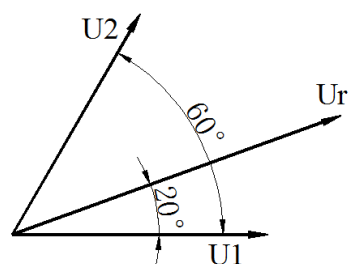

图 5
(1) 计算电机的电磁时间常数 T_a 及反电动势系数 C_e 。
(2) 电机在转速 $2000\text{r}/\text{min}$ 时, 电机的反电动势是多少?
(3) 若调速系统允许电机输出的最大转矩为 $200\text{mN}\cdot\text{m}$, 则该系统电机最大允许的电流是多少?
(4) 分析单闭环速度控制在哪些情况可能电机电枢电流过大, 并说明可以采用哪些方法进行改进?
10. (10 分) SVPWM 电压矢量合成原理如图 5 所示, U_r 位于非零电压矢量 U_1 和 U_2 之间, 假设调制度 $M=0.5$, U_r 总作用时间 $T_c=0.05\text{ms}$ 。